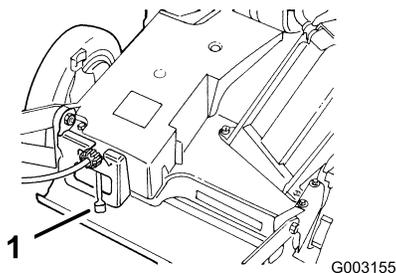

Figura 13
- Mueva el control de velocidad de avance a la posición de Punto muerto (N) (Figura 13).
La máquina tiene 3 velocidades de avance. 1 es velocidad lenta, 2 es velocidad media, y 3 es velocidad rápida. El control de velocidad de avance está ubicado en la parte trasera de la cubierta de la correa (Figura 13).